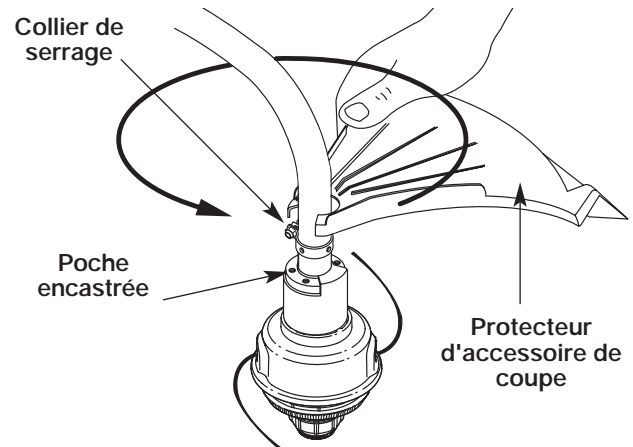

Fig. 4
1. Placez le protecteur d'accessoire de coupe sur le corps de l'arbre au-dessus de l'ensemble de bride (Fig. 4).
2. Poussez le protecteur d'accessoire de coupe vers le dessus de l'accessoire et tournez-le à 180 degrés. Alignez les quatre trous à vis et emboîtez le protecteur d'accessoire de coupe dans la poche encastrée (Fig. 4).